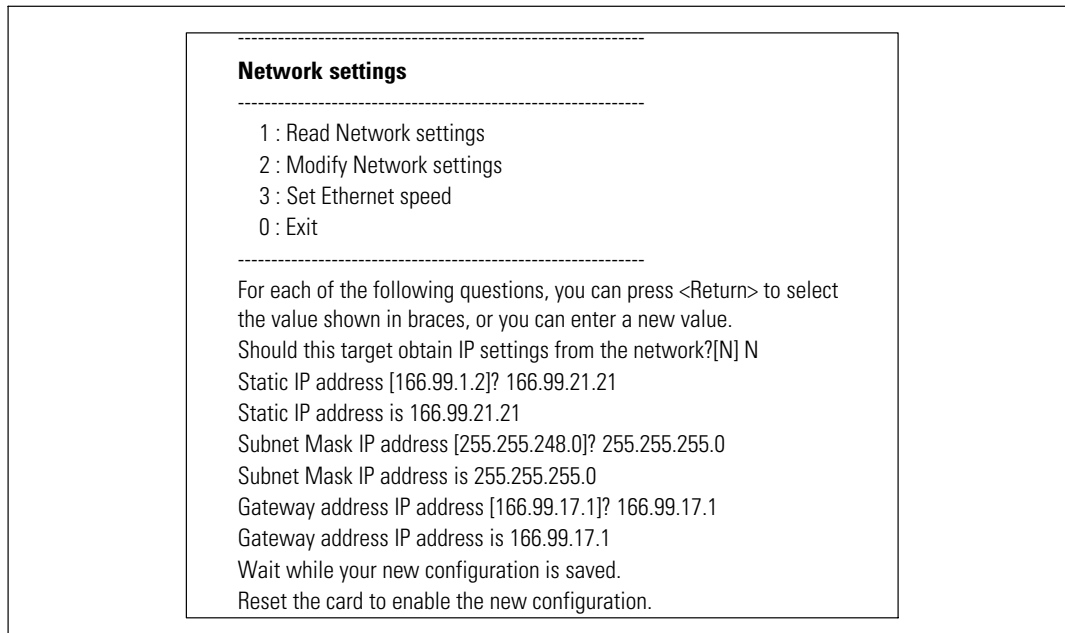

Figura 11. Modificación de la configuración de red
- 1 En el menú principal, escriba 2 y presione **Intro**. Escriba 2 y presione **Intro** nuevamente para modificar las configuraciones de la red. Se muestra el menú Configuración de red (consulte la Figura 11).